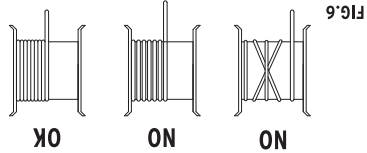

FIG.6
3. Para jalar el cable, tome el gancho elevador y jale alejándolo del polipasto a la vez que presiona la parte inferior del interruptor de potencia. **ADVERTENCIA** Siempre debe mantener tensado el cable de acero para asegurar que se enrolla correctamente, de lo contrario provocara que el cable se enrolle y se dañe. Nota: Cuando el cable es operado sin carga es suficiente con tensar el cable con la mano (FIG.6).